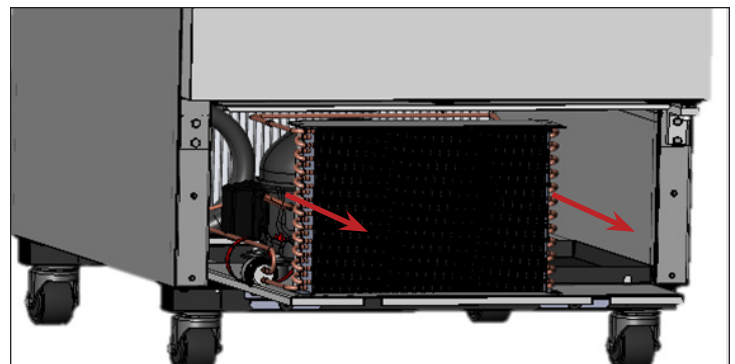

Fig. 6. Sortez l'unité de condensation avec soin en la faisant glisser.
7. Faites coulisser délicatement l'appareil de condensation pour le sortir (les connexions tubulaires sont flexibles). Voir fig. 6. Soufflez doucement de l'air comprimé ou du CO2 dans le serpentin jusqu'à ce qu'il soit nettoyé.